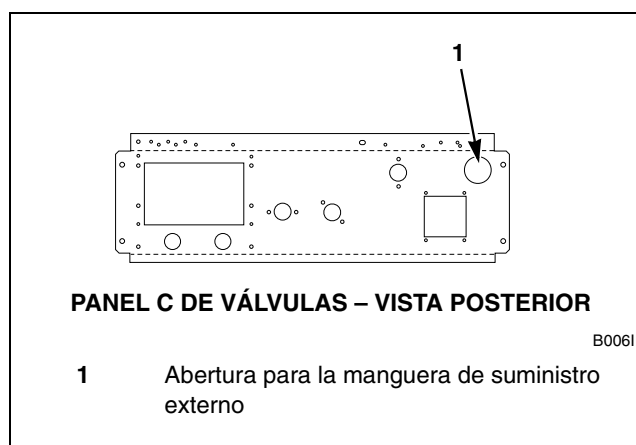

Figura 21
1. De cara a la parte posterior de la máquina, localice la abertura de 1-1/2 plg en la parte superior derecha del panel de válvulas. Consulte la *Figura 21*.